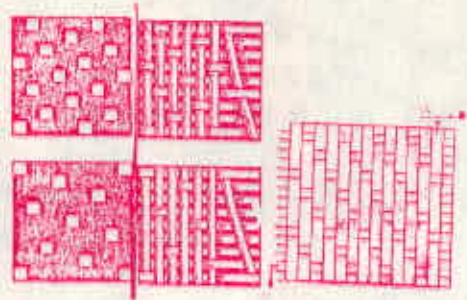

Figure 3.6
- (iii) **ਸਾਟਿਨ ਬੁਣਾਈ (Satin Weave)** : ਬਣਤਰ ਅਤੇ ਸਰੂਪ ਵਿਚ ਸਾਟਿਨ ਬੁਣਾਈ (fig 3.6) ਟਵਿਲ ਵਰਗੀ ਹੀ ਪ੍ਰਤੀਤ ਹੁੰਦੀ ਹੈ ਪਰ ਇਨ੍ਹਾਂ ਦੀ ਸਤ੍ਹਾ ਉਪਰ ਠਰਦੇ ਧਾਰੇ ਲੰਬੇ ਹੁੰਦੇ ਹਨ। ਇਸ ਬੁਣਾਈ ਵਿਚ ਤਾਣੇ ਜਾਂ ਬਾਣੇ ਦਾ ਧਾਰਾ ਕ੍ਰਮਵਾਰ ਘੱਟੋ-ਘੱਟ ਚਾਰ ਬਾਣੇ ਜਾਂ ਤਾਣੇ ਦੇ ਧਾਰਿਆਂ ਉਪਰ ਦੀ ਲੰਘਦਾ ਹੈ। ਜਦੋਂ ਤਾਣੇ ਦੇ ਧਾਰੇ ਕੱਪੜੇ ਦੀ ਉਪਰਲੀ ਸਤ੍ਹਾ ਤੇ ਠਰਦੇ ਹਨ ਤਾਂ ਇਸ ਨੂੰ ਤਾਣੇ-ਰੁਖੀ ਸਾਟਿਨ ਬੁਣਾਈ ਕਿਹਾ ਜਾਂਦਾ ਹੈ। ਜਦ ਕਿ ਉਪਰਲੀ ਸਤ੍ਹਾ ਤੇ